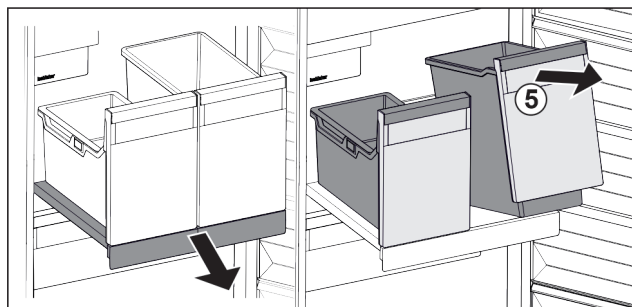

Fig. 99
- Повдигнете съда Fig. 99 (5) отпред.